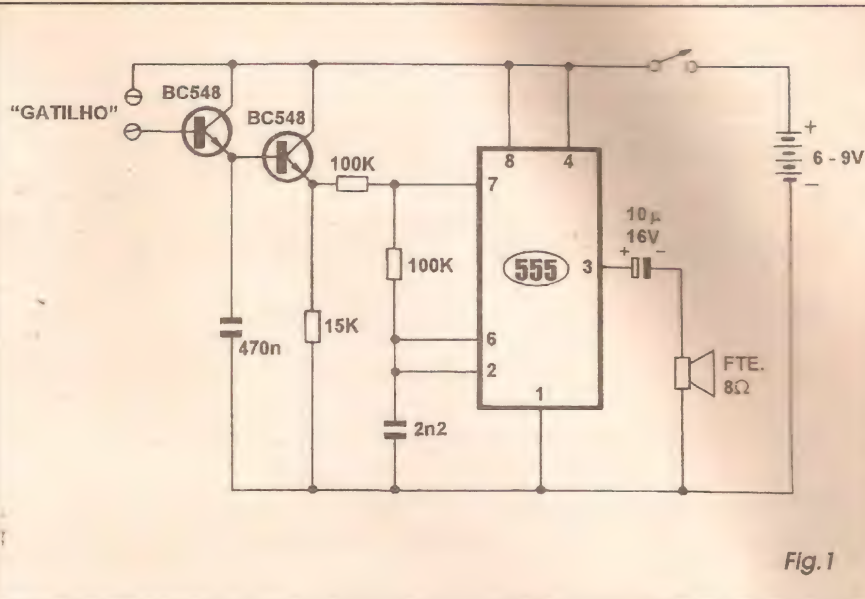

Fig. 1
- FIG. 1 - DIAGRAMA ESQUEMÁTICO DO CIRCUITO - Um integrado 555 (o eterno 555...) trabalha como ASTÁVEL (oscilador), sob frequência na faixa mais marcante ao ouvido humano, entregando seu sinal de saída diretamente a um pequeno alto-falante, através do capacitor isolador de 10u... A mencionada